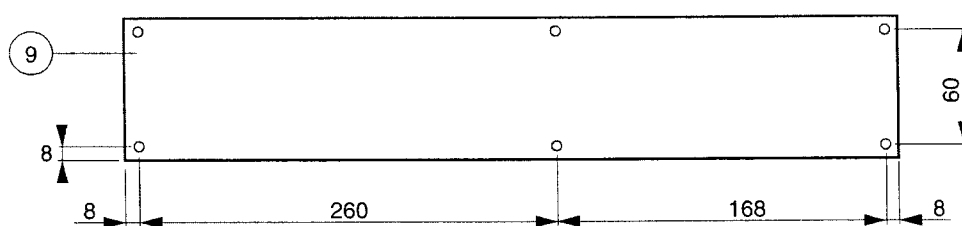

Fig. 3
- 3.2** Verificar las medidas de instalación (fig. 3) en función de la distancia entre el gozne de la hoja y el canto del pilar [C] y del ángulo de abertura deseado [D].
- 3.4** Fijar el anclaje posterior [14] (fig. 4), respetando las medidas elegidas de [A] y [B] (reportadas en la fig. 3) en función del ángulo de abertura deseado [D]. El soporte posterior lleva varios agujeros que facilitan el montaje (fig. 5).
**N.B:** Las medidas de instalación indicadas en la tabla de la Fig. 3 permiten elegir los valores de [A] y [B] en base al ángulo de abertura deseado y con respecto a los espacios y dimensiones del lugar. **Se recomienda respetar las medidas indicadas en la tabla, eventualmente modificando las bridas suministradas.** Para obtener un movimiento regular de la cancela, [A] y [B] deben ser idénticos. Aumentando [A] se reduce la velocidad de acercamiento en abertura. Aumentando [B] se reduce la velocidad de acercamiento en cierre aumentando la resistencia al quebrantamiento. Reduciendo [B] se aumenta el ángulo de abertura de la cancela. Las medidas [A] y [B] deben ser compatibles con la carrera útil del pistón, por cuanto si se aumenta [A] es necesario disminuir
3.6 Destornillar completamente el tubo de arrastre [11] del pistón hasta su máxima longitud y atornillarlo de aprox 20 mm (ver medida [L] en la fig. 3). **Atención: los topes de detención deben mantener una tolerancia de carrera del tubo de arrastre de 10 mm, tanto en posición de hoja cerrada como de hoja abierta.**